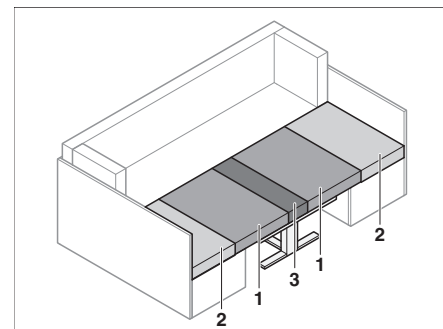

Fig. 74 Después de la transformación
- Quitar el cojín del respaldo (Fig. 74,2).
- Tirar de los cojines del asiento (Fig. 74,1) hacia el centro.
- Colocar los cojines del respaldo (Fig. 74,2) entre los cojines del asiento (Fig. 74,1) y la pared exterior.
- Colocar el cojín adicional (Fig. 74,3) entre los cojines del asiento (Fig. 74,1) sobre la mesa.